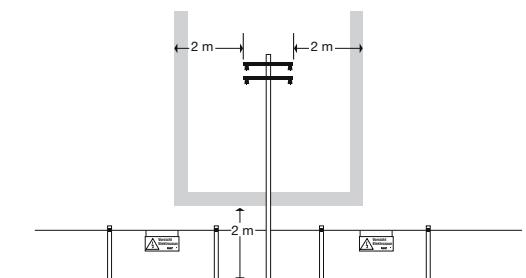

Bild 3. Sicherheitsraum für Niederspannungsleitungen (bis 1000 V).
1) Freileitungen bis 1000 V dürfen mit der Zaunleitung und den Zaundrähten nicht überquert werden. Werden Elektrozaunaanlagen zu Freileitungen bis 1000 V parallel geführt oder unterqueren sie diese, so darf innerhalb eines Schutzstreifens von 2 m beiderseits der äußeren Leiter die Bauhöhe der Elektrozauna anlage 2 m nicht überschreiten (s. Bild 3). Außerdem muss im Kreuzungsfeld ein Warnschild angebracht werden.